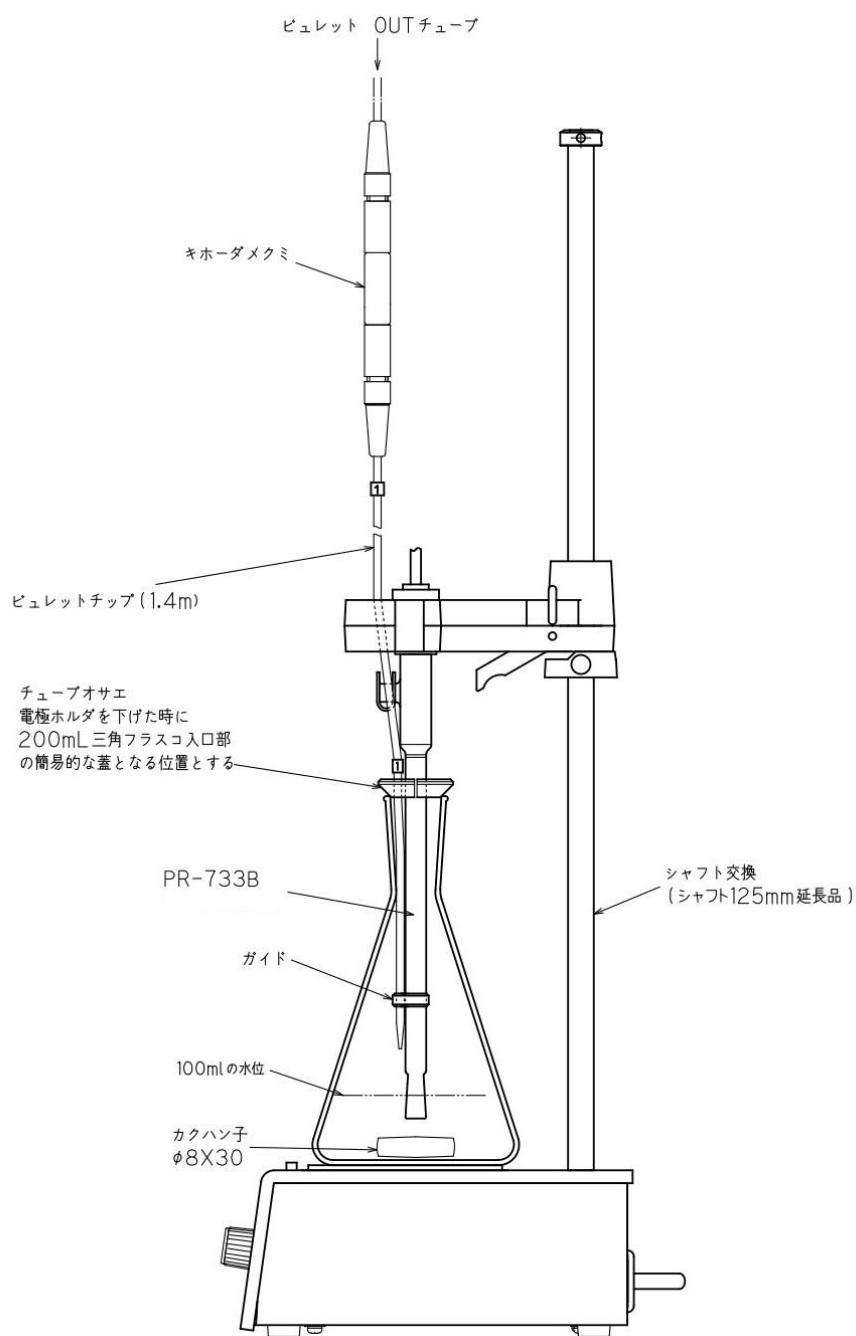

図1 電極アッセンブリおよびスターラ改造の一例
- ① 本測定は過酸化物とヨウ化カリウムを反応させて遊離したヨウ素をチオ硫酸ナトリウム標準液で滴定する方法です。そのため、遊離したヨウ素が揮散しないように注意する必要があります。ヨウ素を揮散させないためには、必ず所定の三角フラスコを用いて前処理を行い、反応終了後ただちに滴定することが重要です。
- ② 本測定に使用する溶媒の種類や添加量、暗所の静置時間などは、各公定法によって異なります。使用する公定法に従い、適宜変更してください。
- ③ 滴定時の検出電極としては、三角フラスコに直接挿入できる電極が好ましく、図 1 に電極アッセムブリの使用例を示します。